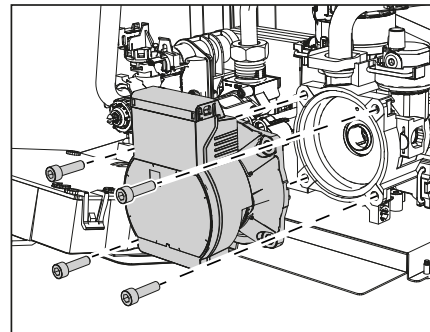

fig. 33
- Desatornille y extraiga el grupo motor de la bomba de circulación (fig. 33).